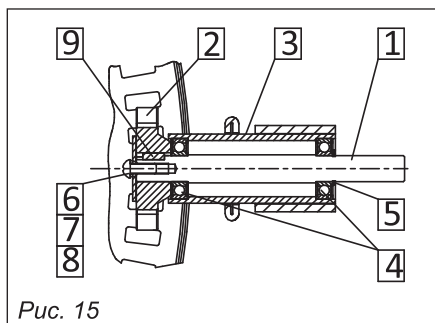

Рис. 15
13.2. Замена шестерни и подшипников привода (рис. 15)